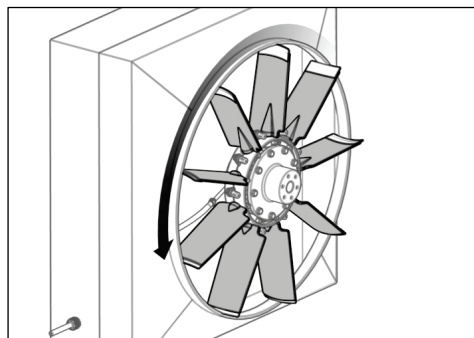

Bild 34
- 29) Roterar fläkten för hand (se Bild 34).